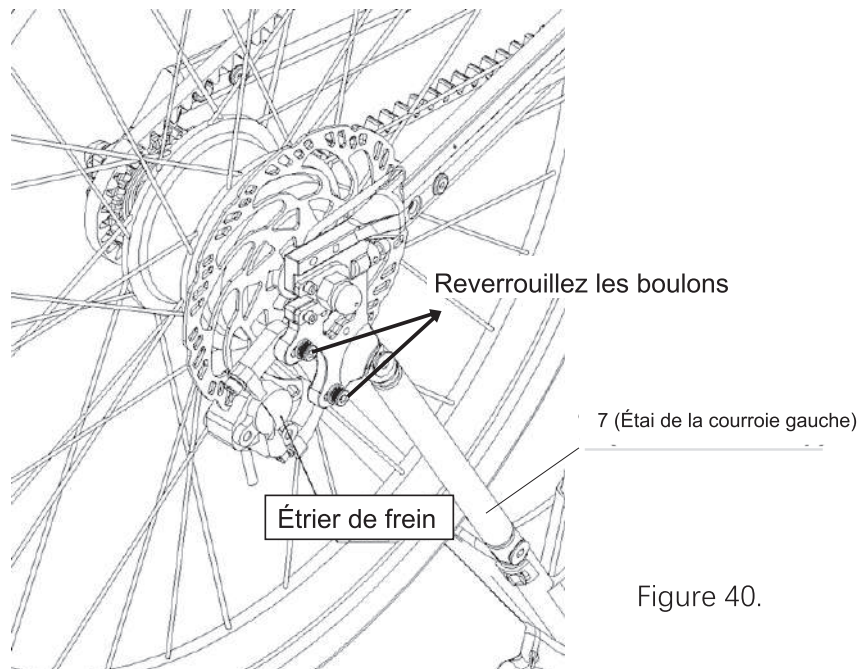

Figure 40.
d. Verrouillez l'étrier de frein de la pièce 7 avec une clé Allen de 5 mm (ou une clé T25), comme indiqué sur la Figure 40.